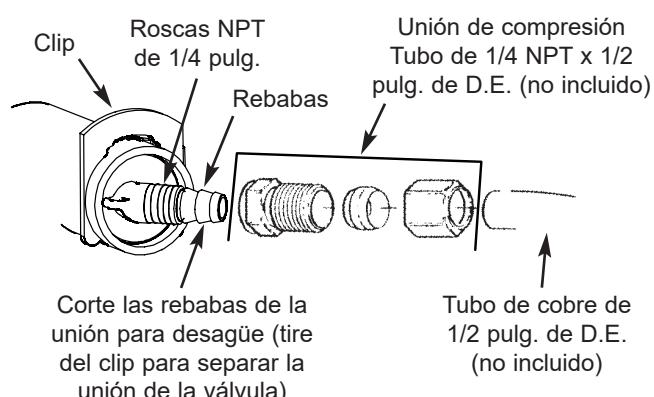
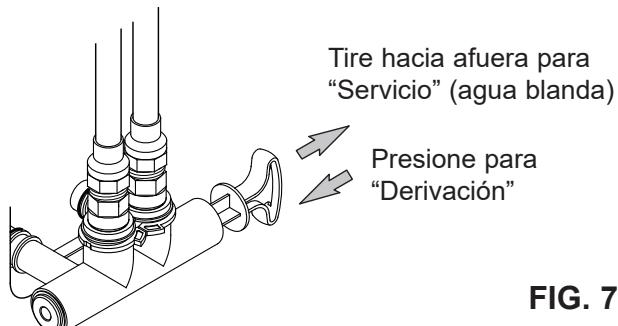

FIG. 6
FIG. 7
Use la manguera flexible de desagüe (incluida), mídala y córtela a la longitud necesaria. No en todas las localidades se permite usar manguras flexibles de desagüe (consulte sus códigos de plomería). Si los códigos locales no permiten usar una manguera flexible de desagüe, deberá instalar un desagüe con válvula rígida. Adquiera una unión de compresión (NPT de 1/4 x tubo de 1/2 pulg. como mínimo) y un tubo de 1/2 pulg. en su ferretería local. Instale un desagüe rígido según se necesite (vea la Fig. 6).
Siempre instale una válvula de una derivación (incluida) tal como se muestra en la Fig. 6 o, si lo desea, puede comprar y armar las piezas para un sistema de derivación de 3 válvulas (no incluidas), tal como se muestra en la Fig. 7. Las válvulas de derivación le permiten cerrar la entrada de agua al ablandador de agua para su mantenimiento, si es necesario, y aún así tener agua en las tuberías de la casa.
3. Mueva las válvulas de derivación a la posición de "derivación" (Bypass) (vea las Fig. 7 y 8). En una válvula de una derivación, deslice el vástagos hacia adentro a la posición de derivación. En una derivación de 3 válvulas, cierre las válvulas de entrada y salida, y abra la válvula de derivación.